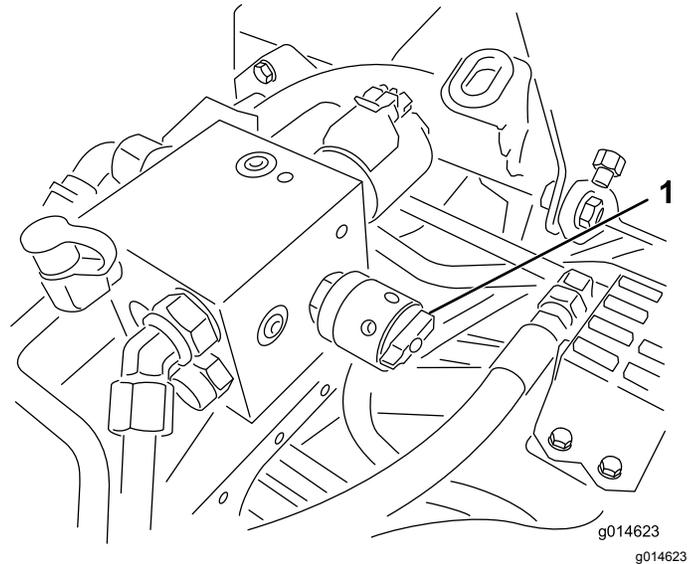

Figura 53
4. Ajuste la velocidad de los molinetes girando el pomo (Figura 53) hasta que las flechas estén alineadas con el número determinado en el paso 3.
6. Gire el control de velocidad del molinete a la posición 1 (Figura 53).